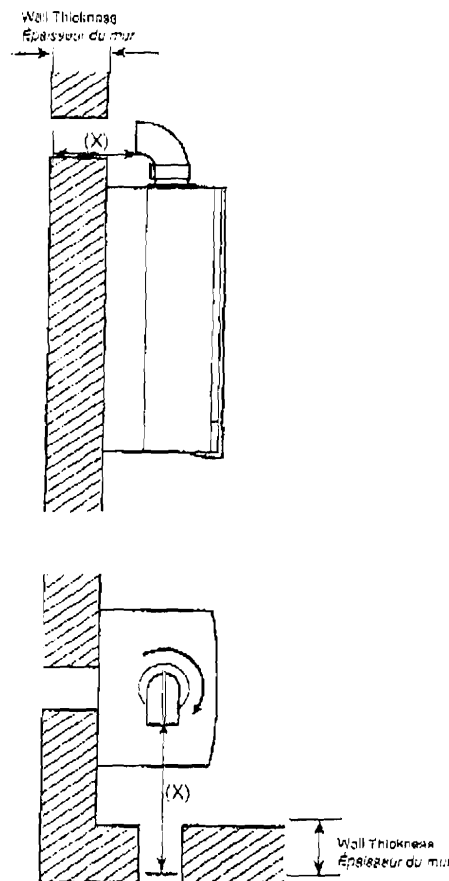

Fig. 3
2. Measure the distance from the outside wall face to the elbow (Fig. 3). This dimension will be known as 'X'.
2. Mesurer la distance entre le bord extérieur du mur et le coude (Fig.3). Cette cote sera indiquée par la lettre 'X'.